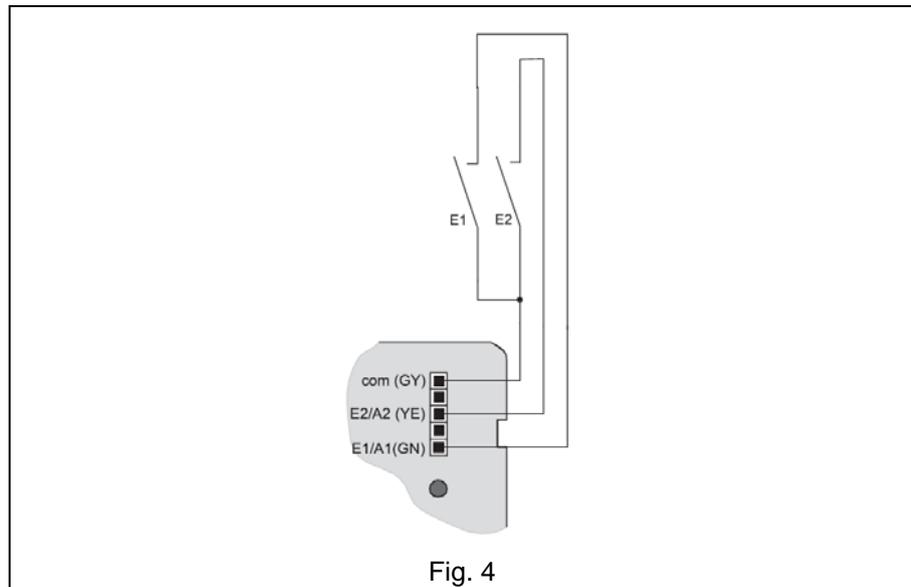

Fig. 4:
Les interrupteurs / boutons-poussoirs ou le DEL sont branchés avec le câble de connexion (D) fourni selon les schémas des fig. 4 et 5